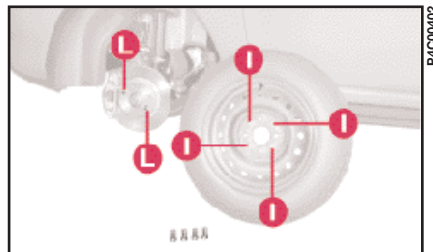

fig. 4
10) Assicurarsi che il ruotino di scorta sia, sulle superfici di appoggio, pulito e privo d'impurità che potrebbero, successivamente, causare l'allentamento dei bulloni di fissaggio. Montare il ruotino di scorta, facendo coincidere i fori I (fig. 4) con i relativi perni L.